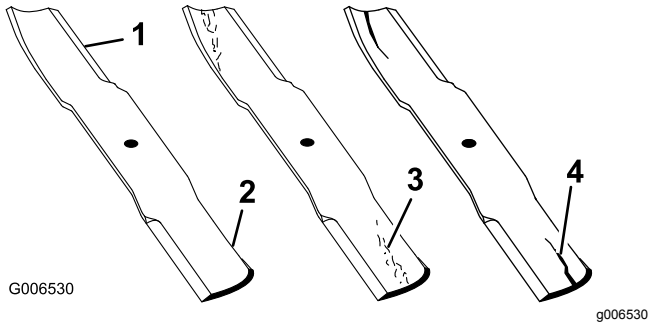

Figura 50
1. Inspeccione los filos de corte (Figura 50).
- Si observa fisuras, desgaste o la formación de una ranura en esta zona, instale de inmediato una cuchilla nueva (Figura 50).